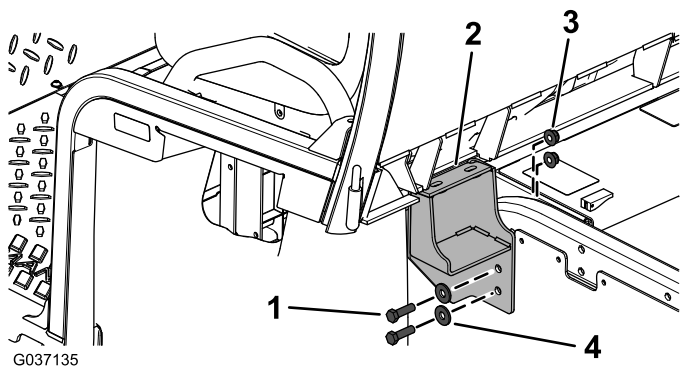

Figura 7
- Sujete provisionalmente los soportes izquierdo y derecho de la cabina a la máquina con pernos de cabeza hexagonal ($3/8'' \times 1\frac{1}{4}''$), arandelas ($3/8''$) y tuercas con arandela prensada ($3/8''$), como se muestra en la Figura 7.
7. Apriete los soportes derecho e izquierdo a 58 N·m (43 pies-libra), como se muestra en la Figura 7.